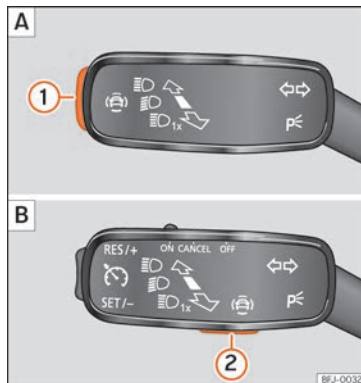

Abb. 72 Am Blinker- und Fernlichthebel: Taste für die Fahrerassistenzsysteme (modellabhängig).
- Taste » » **Abb. 72** ① oder ② kurz drücken, um das Menü **Assistenten** aufzurufen.